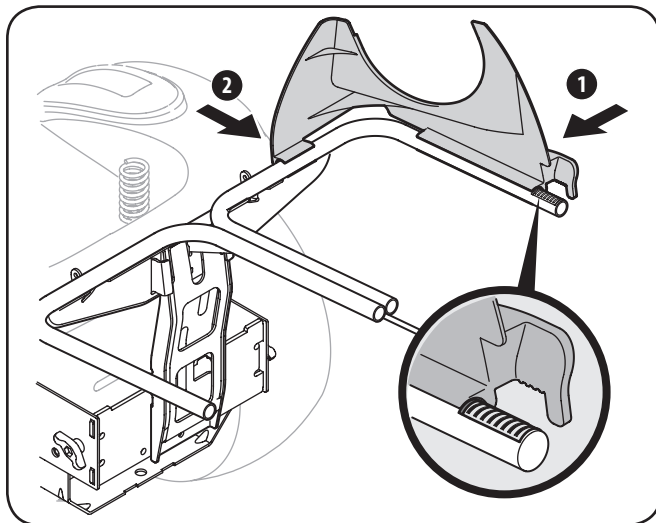

Figure 4-10
1. Insérez la goulotte de descente supérieure de plastique en place en enclenchant d'abord la partie latérale sur la rail de support du dispositif d'ensachage avec le bord du dispositif d'enclenchement aligné avec la ligne rouge, comme illustré à la Figure 4-10.
2. Insérez la partie avant de la goulotte de descente au rail, comme illustré à la Figure 4-10.